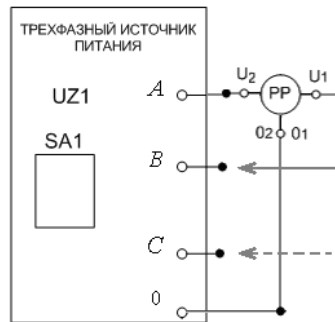

Рис. 1. Схема для измерения комплексных фазных напряжений источника
1. Обозначить на схеме рис. 1П линейные и фазные токи и напряжения. Как измерить эти величины?
2. Рассказать последовательность выполнения измерений в цепи на рис. 1П при различных режимах работы четырехпроводной трехфазной цепи: в симметричном режиме, при обрыве фазы нагрузки, в несимметричных режимах с резистивной и реактивной нагрузкой.
3. Рассказать последовательность выполнения измерений в цепи на рис. 1П при различных режимах работы трехпроводной трехфазной цепи: в симметричном режиме, при обрыве фазы нагрузки, в режиме короткого замыкания, в несимметричных режимах с резистивной и реактивной нагрузкой.
- Использовать прибор **ИЗМЕРИТЕЛЬ ФАЗЫ** для измерения комплексных напряжений (потенциалов) \underline{U}_A , \underline{U}_B , \underline{U}_C источника. Собрать электрическую цепь по схеме, приведенной на рис. 1. Тумблер **SA2** модуля **ИЗМЕРИТЕЛЬ ФАЗЫ** установить в положение **U2**. Провести измерение комплексных потенциалов \underline{U}_B и \underline{U}_C , приняв $\underline{U}_A = U_A \angle 0$.
- Собрать электрическую цепь по схеме, показанной на рис. 1П. Установить в блоке **МОДУЛЬ РЕЗИСТОРОВ** значения резистивных сопротивлений $R_A=R_B=R_C=150$ Ом. Мультиметр **PP** в нейтральном проводе включить в режим измерения переменного тока.